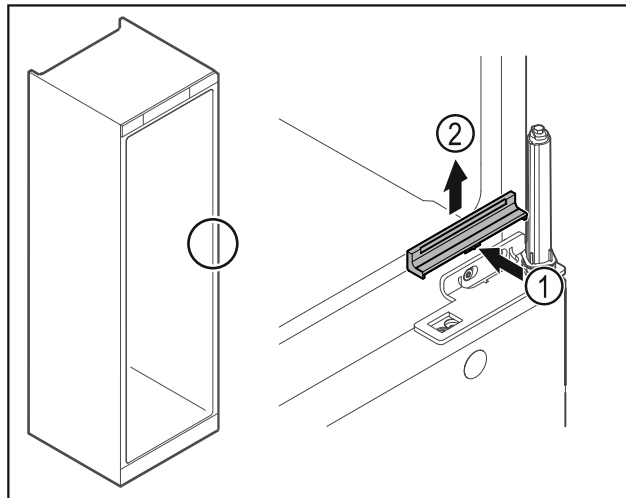

Fig. 25
- ▶ Finoman nyomja be a közepén a burkolatot Fig. 25 (1), és felfelé vegye le Fig. 25 (2).